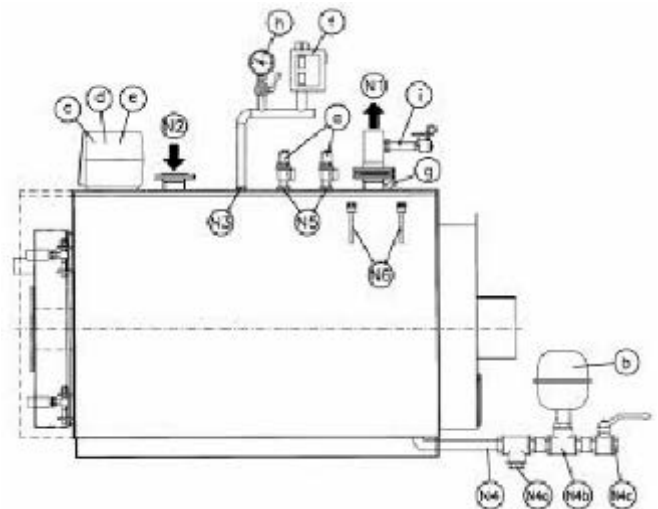

Рис. 2
3.2.2 СИСТЕМА ВОДЯНОГО ОТОПЛЕНИЯ С ЗАКРЫТЫМ РАСШИРИТЕЛЬНЫМ БАКОМ – Тепловая мощность в топке > 300 000 ккал/час – давление 5 бар (рис. 2)